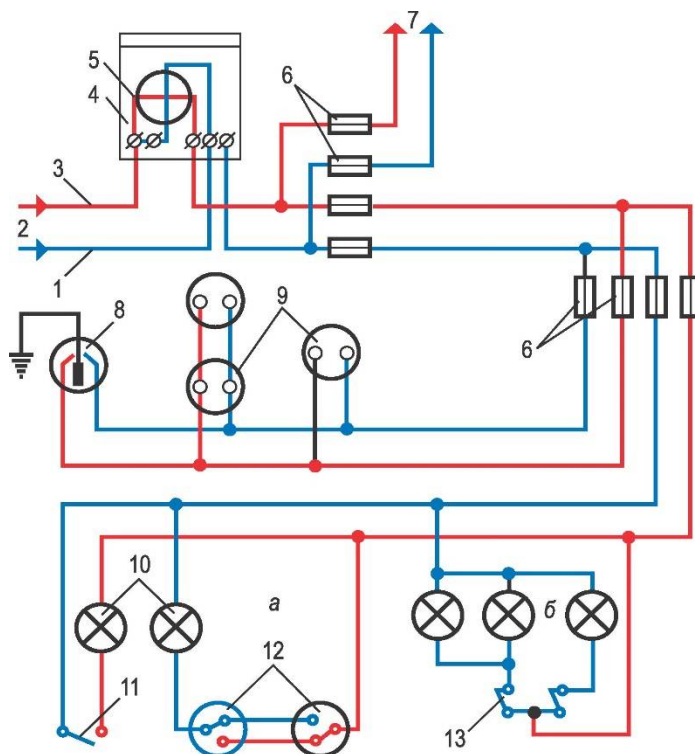

Рис. 2- Оптимальная схема внутренней электропроводки:
2. Начертить и проанализировать монтажную схему внутренней электропроводки (рис. 2).